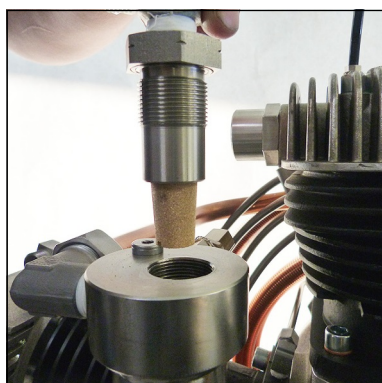

Abb. 2 - Halter für Sinterfilter entnehmen
- Halter für Sinterfilter entnehmen (Abb. 2)